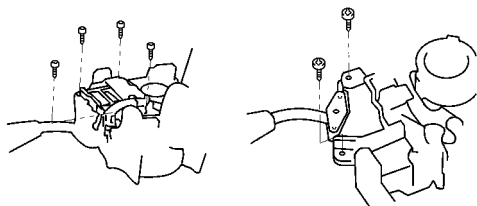

图 18-70 拆下前照灯调光器和转向信号开关
(4) 拆下前照灯调光器和转向信号开关、刮水器和喷洗器开关。从开关体上拆下 4 个螺钉和转向信号开关，再从开关体上拆下两个螺钉和刮水器、喷洗器开关，如图 18-70 所示。